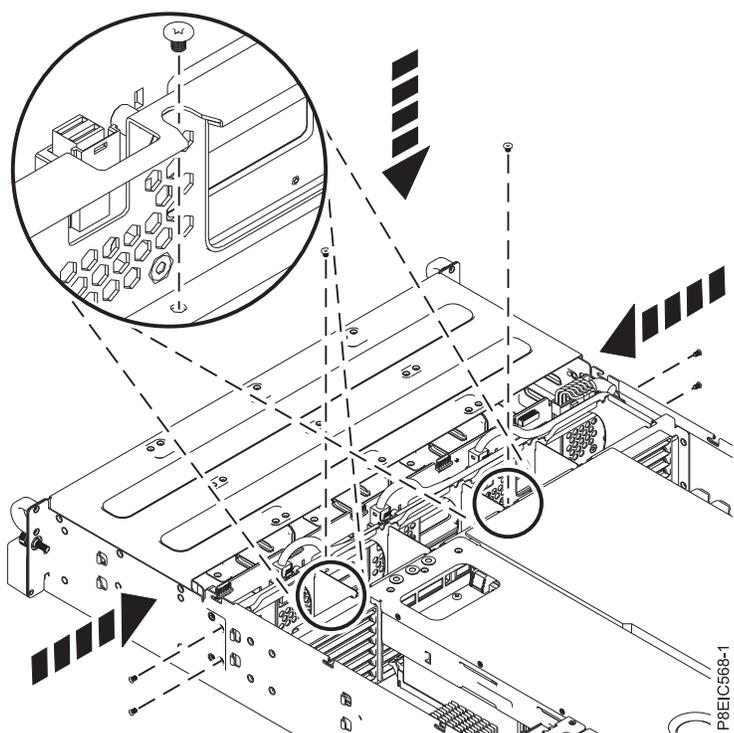

Figure 31. Remise en place des vis du fond de panier des unités de disque
5. Remettez en place deux vis au bas du fond de panier des unités de disque, comme illustré dans la figure 31.
6. Remettez en place 2 ou 4 vis sur les côtés du châssis afin de fixer le fond de panier des unités de disque, comme illustré dans la figure 31, à la page 28.